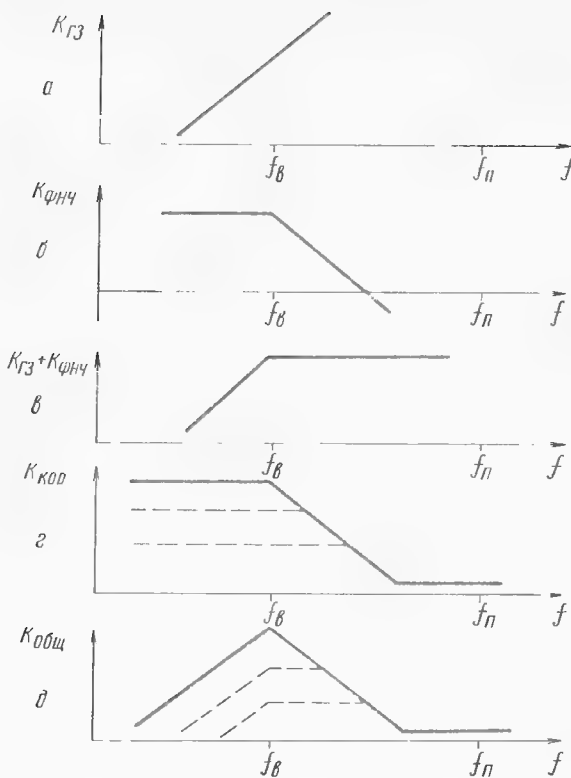

Рис. 4
Ток записи, беспрепятственно проходя через фильтр-пробку С11Л3, суммируется с током подмагничивания на магнитной головке ВГ2. ФНЧ R20C12R21 и каскад коррекции на ОУ DA1.1 преобразуют напряжение, создаваемое токами записи и высокочастотного подмагничивания на магнитной головке ВГ2 в напряжение, пропорциональное «эффективному» току подмагничивания. Для пояснений обратимся к рис. 4. На рис. 4, а изображена зависимость на-
пряжения на индуктивности (на магнитной головке) от частоты при постоянной амплитуде протекающего через нее тока, т. е. «АЧХ» головки в смысле преобразования тока в напряжение. Частотная зависимость напряжения на неинвертирующем входе ОУ DA1.1 с учетом АЧХ ФНЧ первого порядка R20C12R21 (рис. 4, б) приобретает вид кривой рис. 4, в. Каскад коррекции на ОУ DA1.1 в зависимости от положения движка резистора R24 обеспечивает семейство АЧХ (рис. 4, г), поэтому суммарная АЧХ всех названных звеньев приобретает вид кривой рис. 4, д, которая совпадает с характеристикой «взвешивания» эффективного подмагничивания, соответствующей выражению (3). Регулировка сопротивления резистора R24 обеспечивает установку оптимального для конкретной головки значения коэффициента К, входящего в выражения (3) и (4).